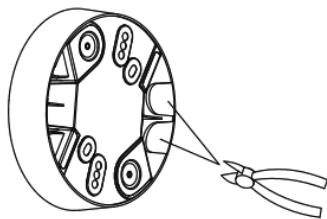

Рис. 3. Иллюстрация к пункту 3.3
3.3. Используйте бокорезы для вырезания отверстий для проводов на боковой стенке корпуса (см. рис. 3).